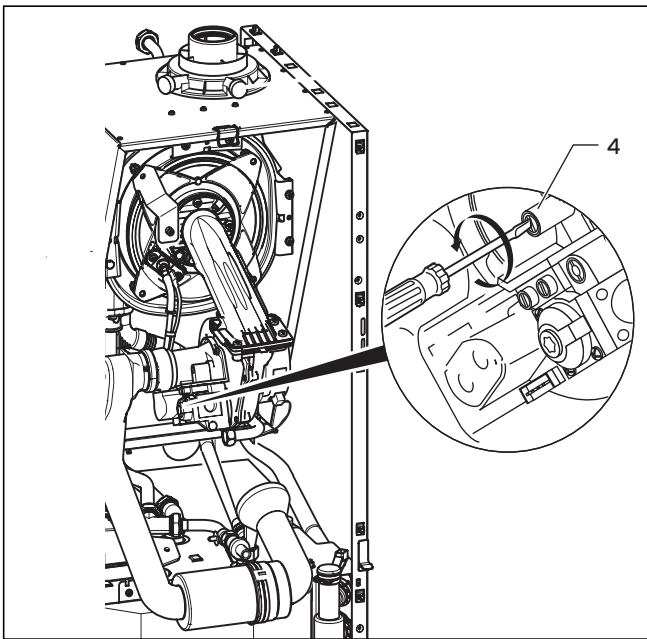

Рис. 7.6 Настройка коэффициента избытка воздуха
- Осторожно поверните винт для настройки коэффициента избытка воздуха (4, рис. 7.6) вправо (по часовой стрелке), чтобы уменьшить содержание CO₂.